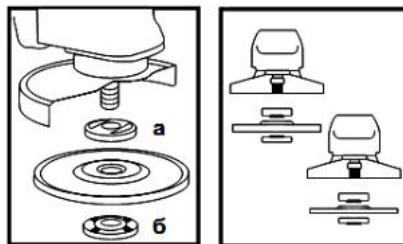

Рисунок 2
4.4 Встановіть на виріб абразивний шліфувальний або відрізний круг. Для цього натисніть на кнопку фіксації шпинделя (1) і проверніть шпиндель до фіксації. За допомогою вилочного ключа з комплекту виробу відверніть і зніміть затискну гайку (б) (див. рис. 2). Встановіть шліфувальний диск на посадкове місце фланцевої шайби (а) (рис. 2), накрутіть затискну гайку на шпиндель і затягніть її ключем з комплекту виробу.